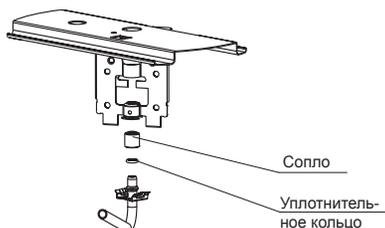

рис. 13
19.1. Проведение замены сопла при ремонте, а также при переводе на другой тип газа (рис.13, 14, 15, 16)
- Для плит GM 4M41 001, GM 4M42 002, GM 4M42 008 (рис. 13):